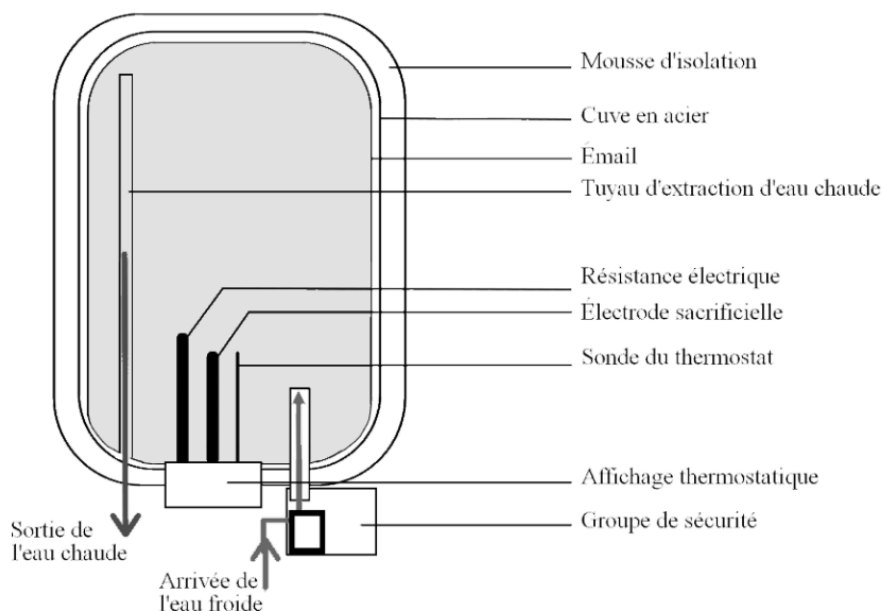

Figure 1 - Schéma descriptif d'un chauffe-eau électrique
Un chauffe-eau est composé d'une cuve cylindrique fermée généralement en acier émaillé, dans laquelle se trouve un dispositif de chauffage piloté par un thermostat (figure 1). La cuve est en permanence remplie d'eau. En effet, lorsqu'on puise de l'eau chaude, de l'eau froide remplace au fur et à mesure la quantité d'eau chaude utilisée. Le dispositif de chauffage réchauffe l'eau jusqu'à une température de consigne préalablement définie, puis s'arrête. Si de l'eau est puisée, il se remet en fonctionnement.
- 1) aux chauffe-eaux électriques à résistance thermoplongée (figure 1) ;
Dans cette partie, on s'intéresse à un chauffe-eau électrique schématisé sur la figure 1.